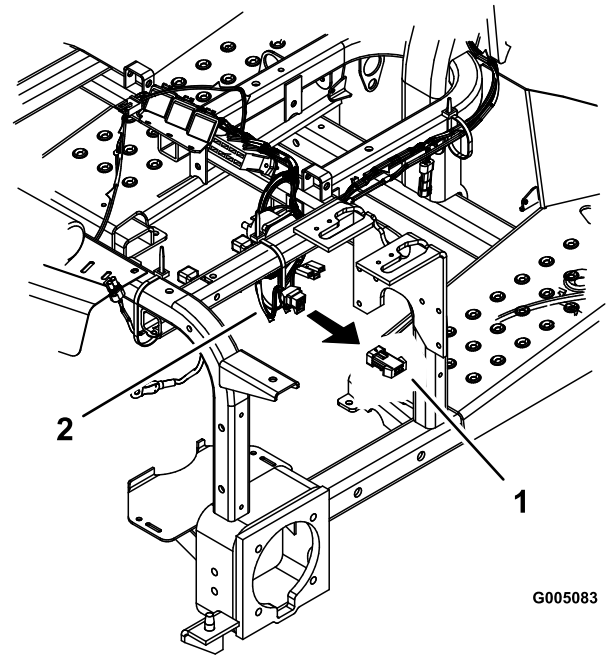

Figura 34
5. Retire el cable puente del arnés principal, debajo del panel de control (Figura 34).